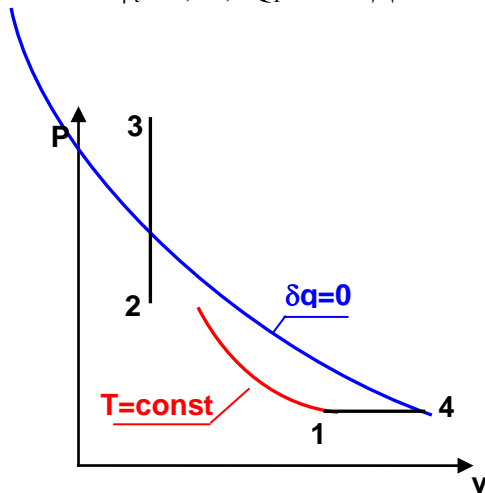

Рис. 4.1. К задаче 4.4
4.4. Определить термический КПД и работу цикла, изображенного на рис.4.1, если рабочее тело представляет многоатомный идеальный газ с  $\mu=29,7$  кг/кмоль, а параметры цикла в характерных точках заданы величинами:  $p_1=1$  бар,  $t_1=27$  °С,  $V_4=0,5$  м3,  $v_1/v_2=2$ ,  $p_3/p_2=4$ .